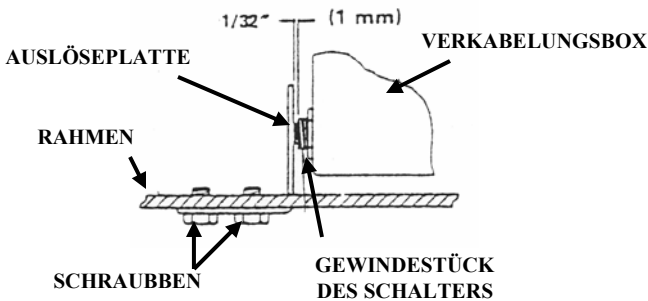

ABBILDUNG 3
12. Zum Einstellen der Auslöseplatte die Schrauben lösen und die Platte auf einen Abstand von 1 mm (1/32"), wie in Abbildung 3 unten dargestellt, einstellen. Wenn die Platte richtig positioniert ist, die Schrauben anziehen.